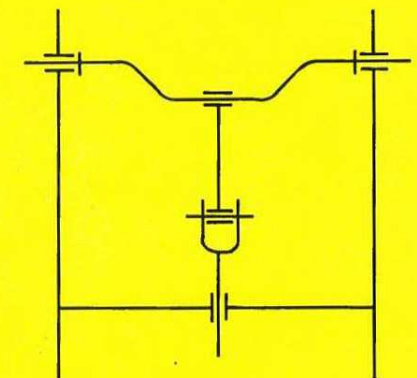

Bild 24
- 6.1. Zeichne das Bild 24 in Dein Werkheft und ordne die folgenden Begriffe zu: Pleuelwelle, Pleuel, Pleuelkopf, Schubstange!